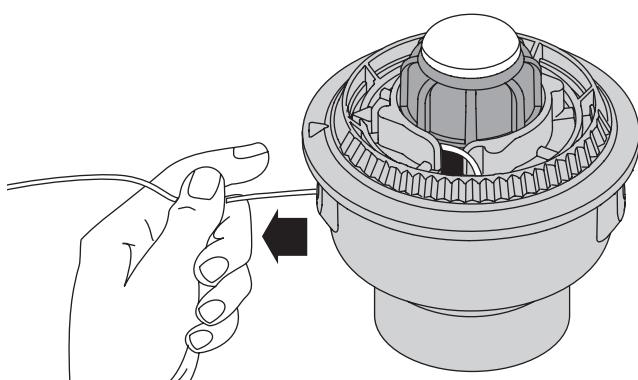

Fig. 15
- Saque la línea de la bobina exterior hasta que esté tirante contra el carrete interior (Fig. 15).